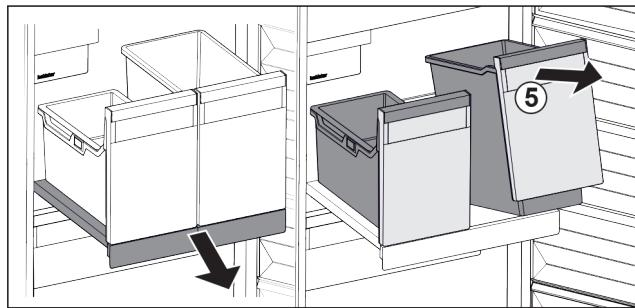

Fig. 80
- Nadvihnite nádobu Fig. 80 (5) vpred.